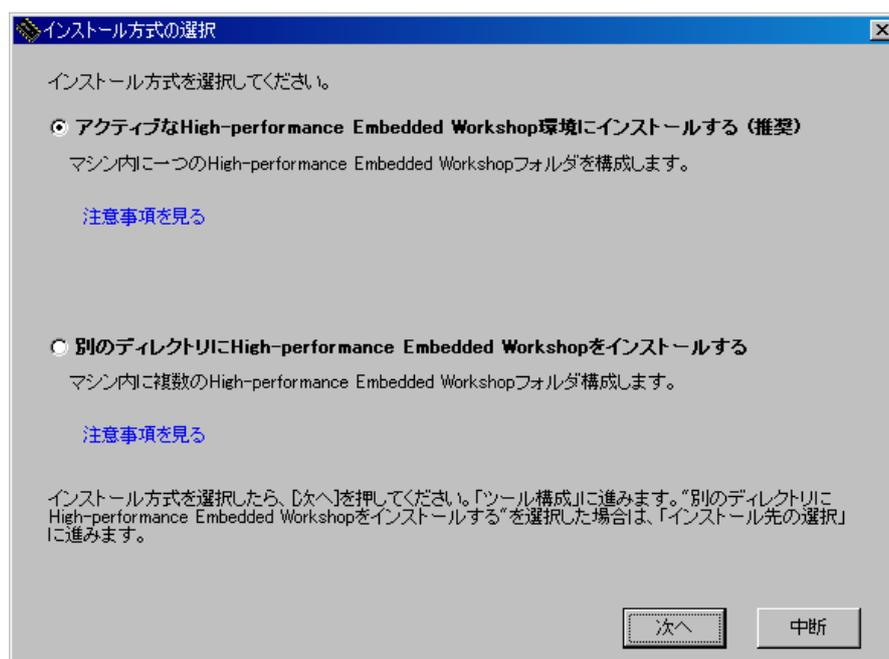

図3.2.2 E10A-USBソフトウェアインストール手順②
- ② 図3.2.2の画面が表示されますので、「アクティブなHigh-performance Embedded Workshop環境にインストールする」を選択して、「次へ」ボタンをクリックします。